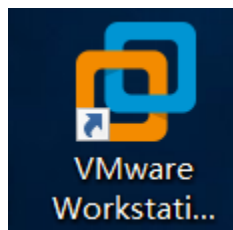

图 1-11 VMware 桌面图标
(12) 双击图 1-11 中的图标打开 VMware 软件，在使用时会出现，如下图所示，选择个人用途即可：